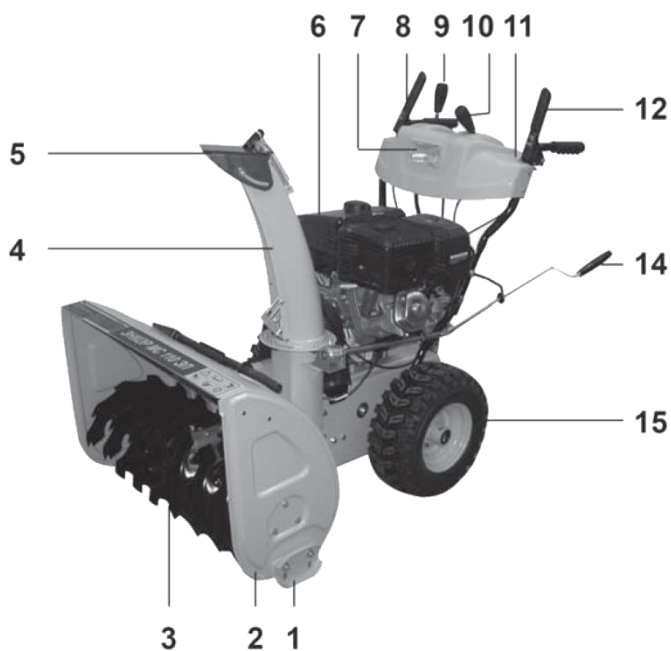
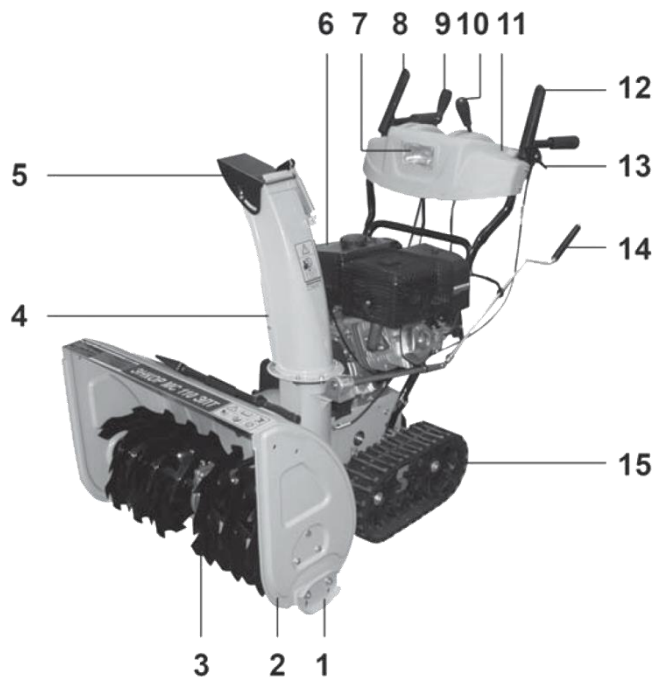

Рис. 3
Рис. 4
5.1 Устройство снегоборщика представлено на Рис. 3 и Рис. 4.